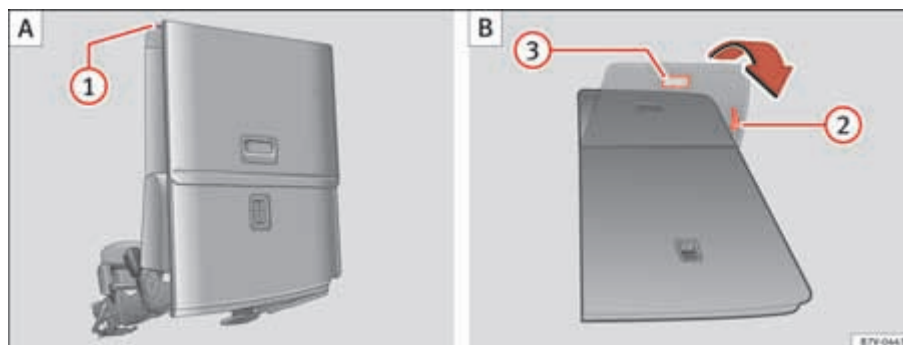

Fig. 96 Tercera fila de asientos: plegar el asiento trasero para cargar (A) y colocarlo de nuevo (B).
- En caso necesario tire de la palanca ⇒ fig. 96 ② para desplazar la banqueta hacia la posición deseada.
- Retire los objetos de la zona reposapiés situada delante y detrás del asiento trasero ⇒ ①.
- Tire de la maneta ⇒ **página 155, fig. 96 ①** hacia arriba y pliegue el respaldo hacia delante. El asiento trasero se pliega hacia delante ⇒  y el cojín se mueve también hacia delante.
- Tire del asa ⇒ **página 155, fig. 96 ②** para recolocar la bandeja del asiento.
- Tire de la maneta ⇒ **página 155, fig. 96 ③**. El asiento completo se pliega hacia atrás.